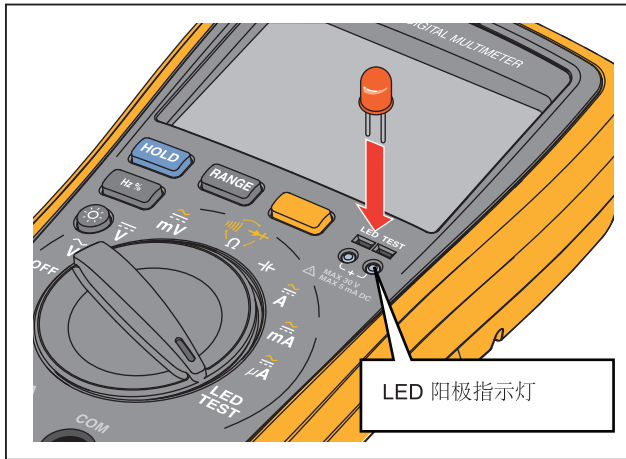

图 4. LED 测试插孔
2. 将 LED 引脚放在电表前侧的 LED 测试插孔中，如图 4 所示。